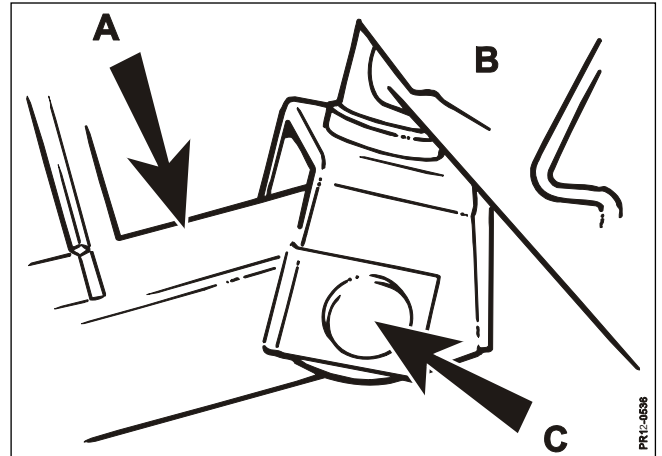

Fig. 1-2
- Fig. 1-2:** Toprammen B fastgøres til udliggerbommen A med tappene C.